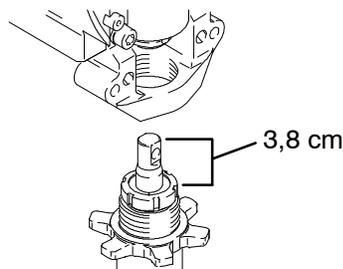

Abb. 18
1. Abb. 18. Kolbenstange 3,8 cm herausziehen. In Pumpe eindrehen, bis die Löcher im Lagerquergestänge und in der Kolbenstange aneinander ausgerichtet sind.